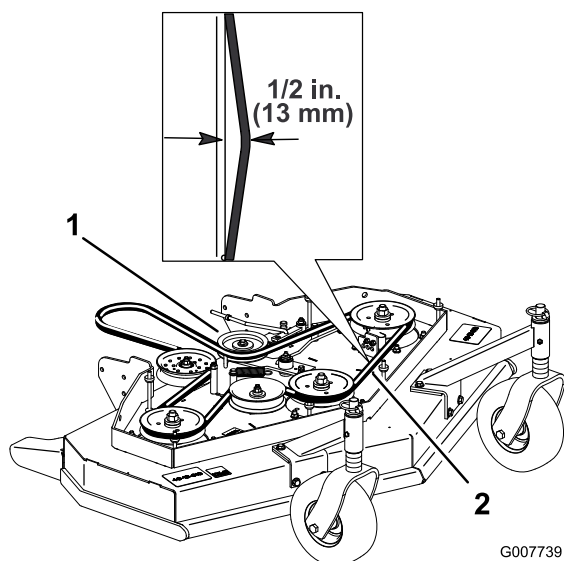

Figura 43
4. Retire la polea tensora y la correa desgastada (Figura 43).
Nota: La tensión correcta de la correa de corte es de 14-20 Nm con la correa desviada 13 mm en el punto intermedio entre las poleas (Figura 43).